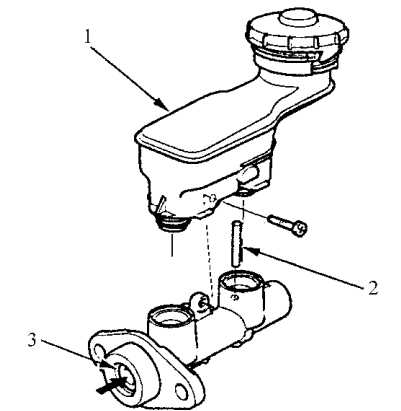

图 8-24 拆卸储液罐
2) 如图 8-24 所示，拆卸储液罐。向里推动次级活塞，拆卸止动销。